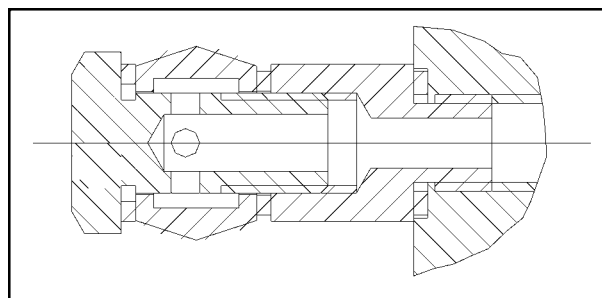

Fig. 32
- ◆ Anslut hydraulenheten till kretsen med en flexibel slang som korsar den. (**Fig. 32**)